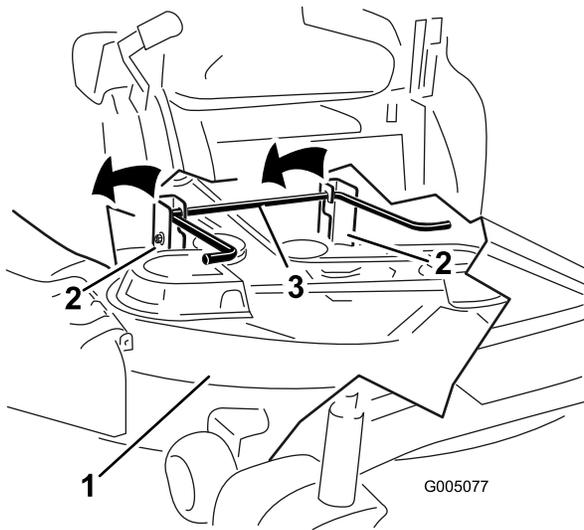

Figura 61
6. Eleve la carcasa de corte y separe ésta y las pletinas de suspensión de la varilla de elevación trasera; luego baje el cortacésped con cuidado al suelo (Figura 61).